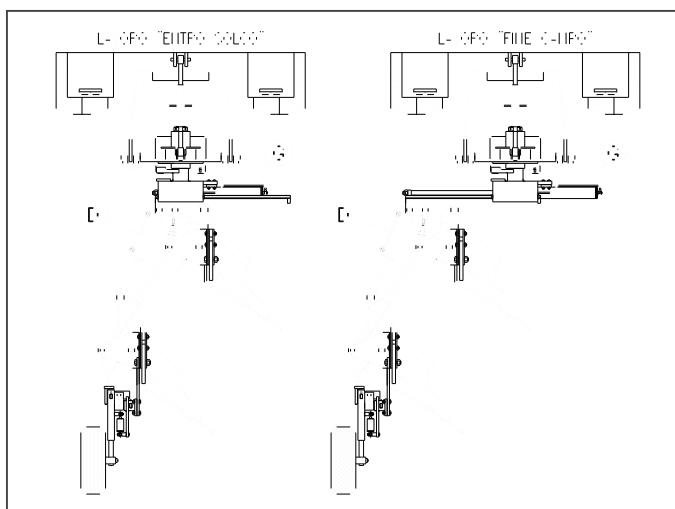

fig.15
- I bivomeri ed i trivomeri, invece, devono essere dotati della funzione di spostamento laterale di finitura (tipo lungo per bivomere e tipo corto per trivomere). Per ottenere questa regolazione, spostare il telaio dell'aratro verso la parte non ancora arata per mezzo del martinetto G di fig.15, collegato ai comandi idraulici tramite i tubi contraddistinti da tappo verde. Allargare poi la presa di terra fino alla posizione ideale, utilizzando il martinetto D (tubi con tappo blu).
- Portare l'aratro in posizione centrale dietro il trattore operando sul martinetto D, agendo cioè sui comandi connessi ai tubi con tappo blu (fig.15).